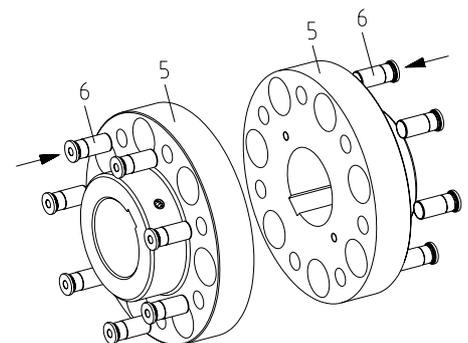

Figura 19
- Desplace los casquillos (componente 6) hacia los agujeros más pequeños del manguon parte 5 (componente 5) mediante unos ligeros golpes (ver figura 19).